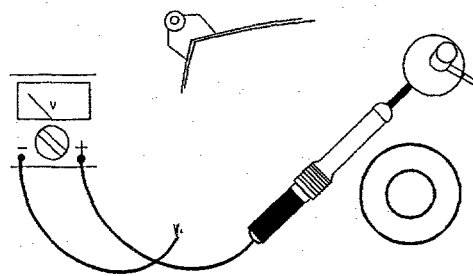

Fig. 3.1
2. Um Beschädigungen von ICs und Transistoren zu vermeiden, müssen Hochspannungsüberschläge verhindert werden. Um eine Beschädigung der Bildröhre zu vermeiden, muß die Bildröhre entsprechend dem in Abb. 3.1 dargestellten Verfahren entladen werden. Benutzen Sie einen Hochspannungstaster und ein universelles Multimeter (Einstellung DC-V). Die Bildröhre muß solange entladen werden, bis das Meßgerät 0 V anzeigt (nach ca. 30 s).